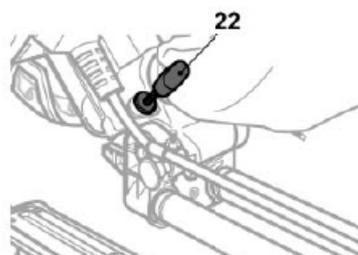

Fig. 51
- > Réglez la butée de profondeur [22], le cas échéant (Fig. 51).